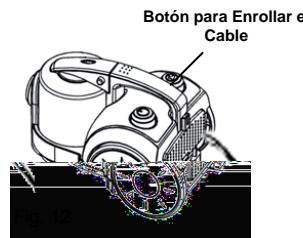

Fig. 12
3. Para enrollar el cable de alimentación, presione el botón de enrollado con una mano y guíe el cable con la otra para evitar que se sacuda rápidamente pudiendo causar daños o lastimaduras. (Fig. 12)